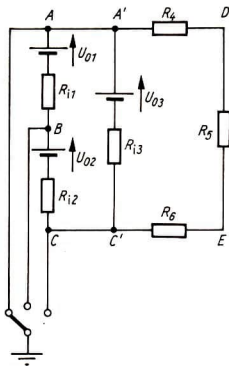

Bild 42
- 7.23** Drei Spannungsquellen sind in der im Bild 42 dargestellten Weise zusammengeschaltet. Die Urspannungen betragen